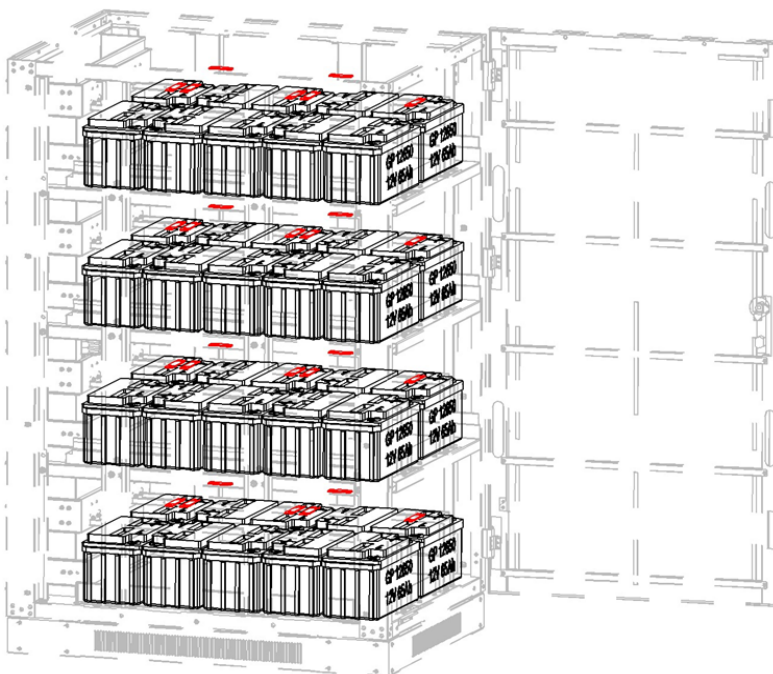

Figure 5-40A
9. Modèle BP240V65L-NIB : Installer les barres du bus en cuivre (13 pièces) entre les batteries adjacentes et les boulons/ montants d'insertion des batteries (Figures 5-40A et 5-40B).